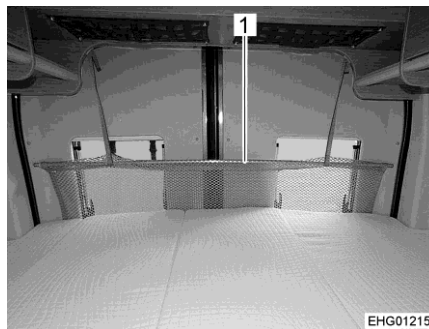

Fig. 58 Protezione anticaduta (letto longitudinale in coda)
- ▷ Le finestre delle porte di coda sono dotate di una protezione anticaduta (Fig. 58,1).